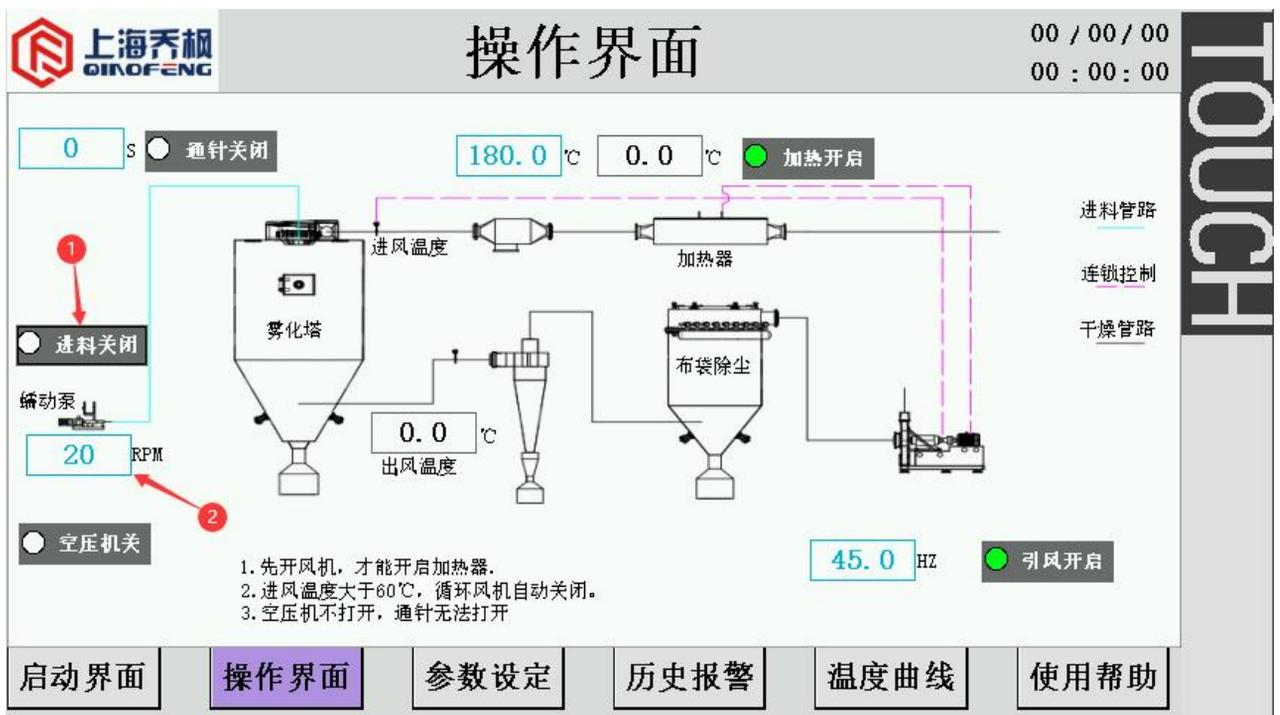

图 9
(7) 点击“蠕动泵开关”1，停止蠕动泵电机。显示状态如图9所示。